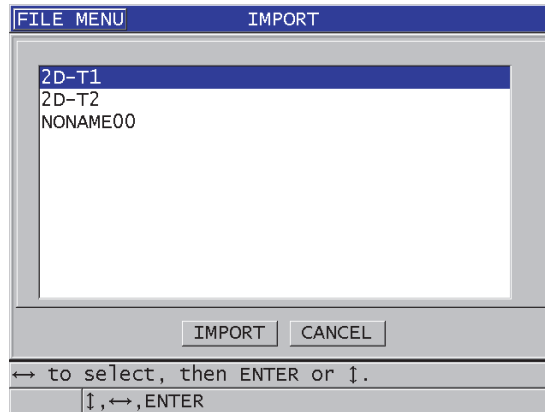

Figura 14-9 Pantalla IMPORTAR (IMPORT)
6. En la pantalla **IMPORTAR (IMPORT)** [ver Figura 14-9 en la página 296]: